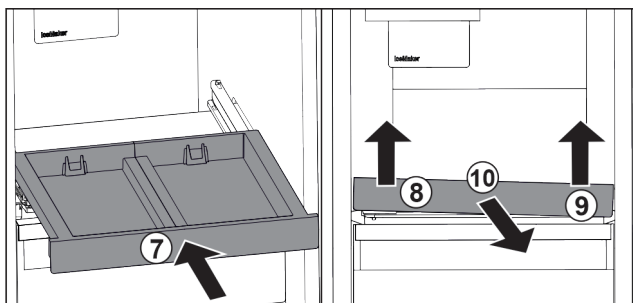

Fig. 101
- ▶ Skub udtrækshylden ind. Fig. 101 (7)
- ▶ Løft udtrækshylden foran i venstre side. Fig. 101 (8)
- ▶ Løft udtrækshylden foran i højre side. Fig. 101 (9)
- ▶ Tag udtrækshylden ud fremefter. Fig. 101 (10)